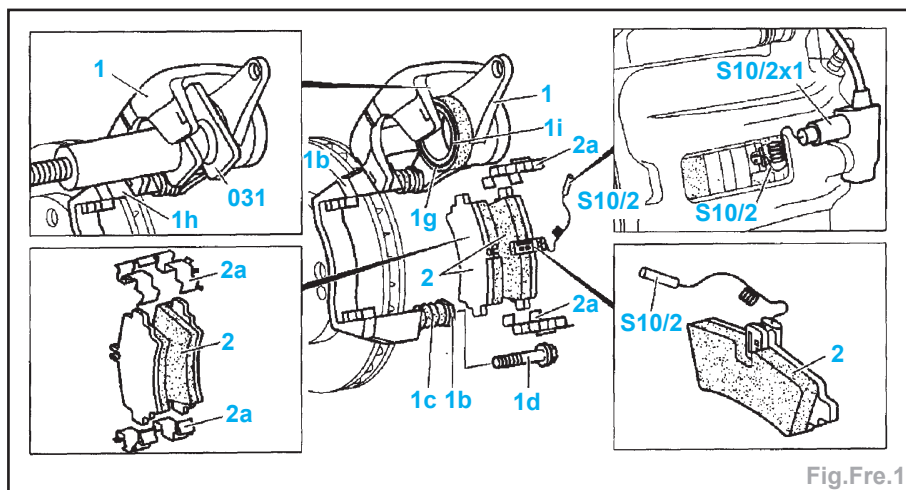

Fig.Fre.1
- Retirer le capteur d'usure (S10/2) du connecteur (S10/2x1) (Fig.Fre.1).
- Déposer les plaquettes de frein (2) avec les agrafes (2a).
- Repousser le piston (1i) à l'aide de l'outil (031) jusqu'à ce qu'il soit au fond de son alésage.